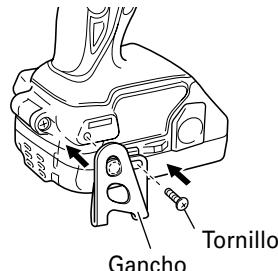

Fig. 11
- (2) Colocación del gancho y ajuste de los tornillos. Instale el gancho en la ranura de la herramienta de alimentación eléctrica de forma segura y apriete los tornillos de manera que el gancho quede firmemente sujetado. (Fig. 11)